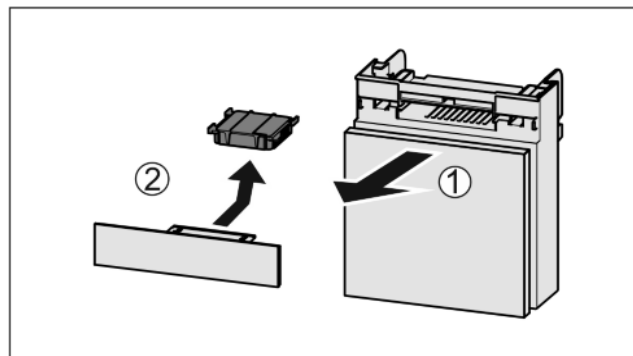

Fig. 36
- Estrarre il vano tirando in avanti Fig. 36 (1).
- Rimuovere il filtro a carboni attivi Fig. 36 (2).